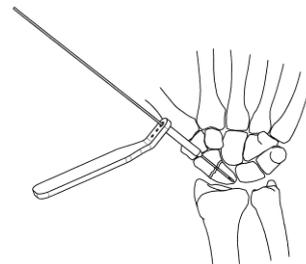

図 1
- 1) 骨折部の整備後、1.0 ガイドピンを 1.0 ガイドピン用ガイド（S）を用いてイメージインテンシファイヤー（X線透視）で確認しながら、適位深さまで刺入します。（図 1）